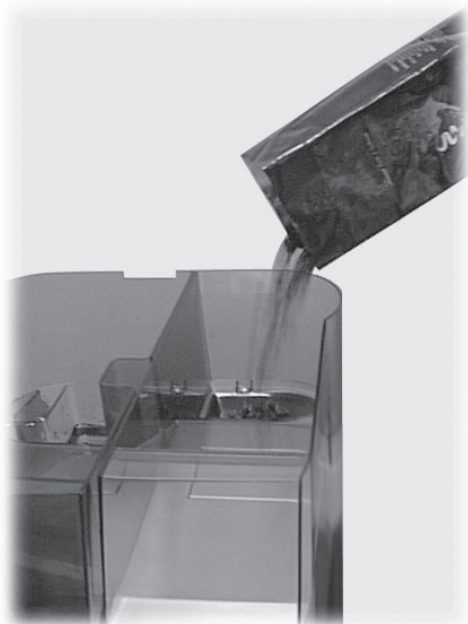

Abb. 7
- Den Bohnenbehälter füllen und den entsprechenden Deckel (Abb. 7) einsetzen.